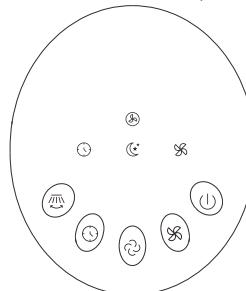

Fig. 6
4.2 Signalétique des touches sur la colonne/le tableau du ventilateur (Fig. 6)